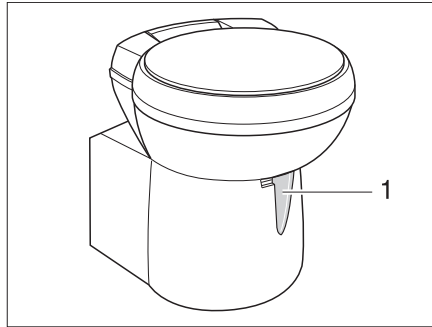

Fig. 351 Taza del inodoro Thetford, basculable
- Antes del lavado, abrir la corredera del inodoro Thetford. Para ello, empujar la palanca de corredera (Fig. 351,1) en sentido contrario a las agujas del reloj.